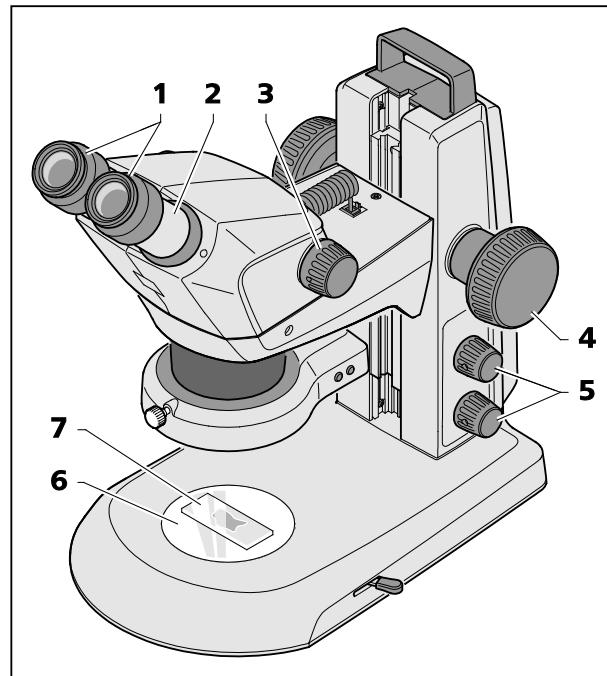

Fig. 18 Ajustar o estereomicroscópio
1. Colocar o objeto (amostra) (Fig. 18/7) no centro da placa de vidro ou de material sintético (Fig. 18/6) e iluminá-lo (Fig. 18/5).
2. Repor a compensação de dioptrias nas oculares reguláveis (Fig. 18/1) a "0".
3. Regular a distância interocular individual, deslocando lateralmente os tubos oculares (Fig. 18/2), até que, mirando pelas oculares com os dois olhos, se veja **um** só círculo luminoso sem cortes (campo objeto).
4. Regular, em primeiro lugar, o aumento mínimo do zoom (Fig. 18/3).
5. Focalizar um pequeno detalhe característico no centro da imagem do objeto (Fig. 18/4).
6. Regular o valor máximo do zoom (Fig. 18/3). Devido ao aumento, o detalhe característico tornar-se-á provavelmente desfocado, já não encontrando-se no centro da imagem.
7. Focalizar o objeto, depois localizar de novo o detalhe, deslocando o objeto, e tornar a focalizá-lo exatamente (Fig. 18/4).
8. A seguir, tornar a regular o valor mínimo do zoom e corrigir as desfocações eventualmente existentes, em separado para cada um dos olhos, mediante a compensação de dioptrias **nas oculares reguláveis** (não no botão de focalização, Fig. 18/4) (compensação do defeito visual).